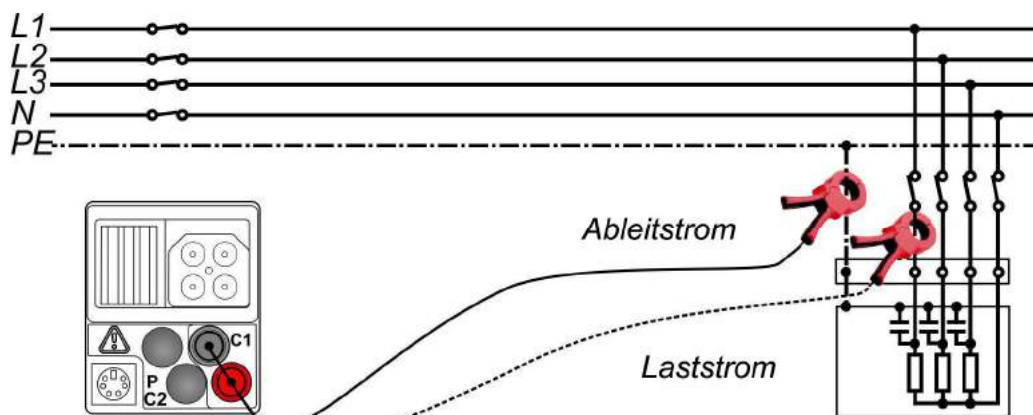

Abbildung 5.39: Anschluss des optionalen Stromzangenadapters BENNING CC 1 oder BENNING CC 3
- ☐ Umfassen Sie den einadrigen Leiter mit der Strommesszange (siehe Abbildung 5.39).